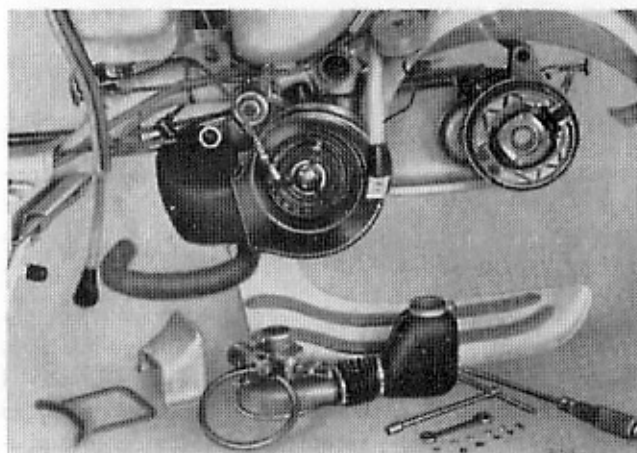

Fig. 15
- 22 Smontare il carburatore col polmoncino aria: staccare il filo del gas, allentare il dado della fascetta di fissaggio al telaio del polmoncino e la vite di fissaggio del carburatore sulla pipa (chiave da 8). Sfilare il carburatore col polmoncino, sfilare il tubo di alimentazione miscela e svitare il comando starter (chiave da 10). Vedi fig. 15.